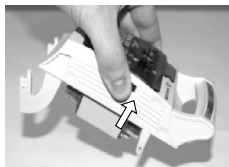

Figura 21
- Balance a tampa até desconectar os fusíveis (Figura 21).